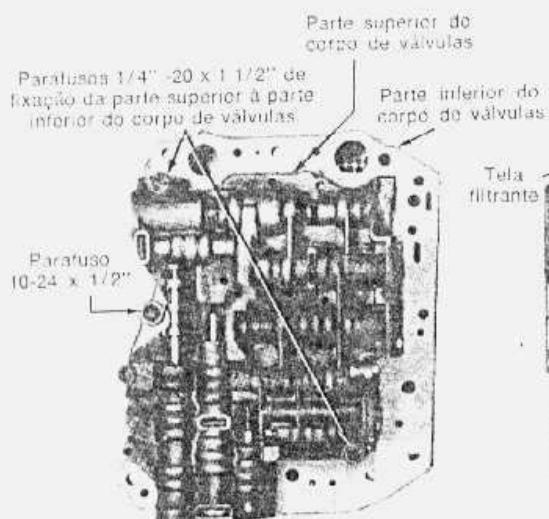
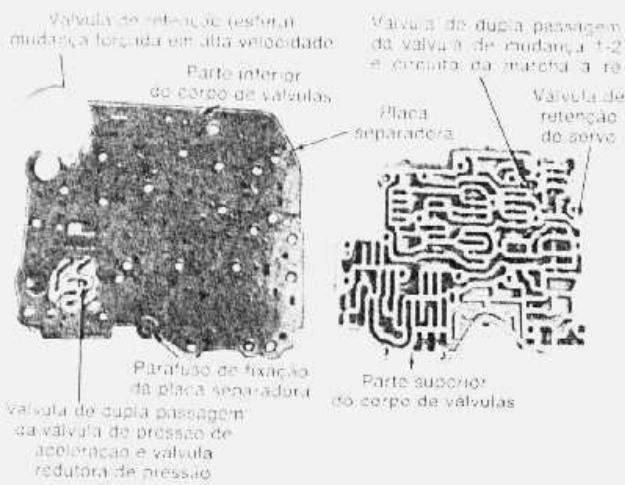

fig. 63 — parafusos de montagem das partes do corpo de válvulas
fig. 65 — partes superior e inferior do corpo de válvulas separadas
- 1 Remover os oito parafusos 10 - 24 x 1 3/8" que fixam a tela ao corpo de válvulas e remover a tela e a junta (fig. 63). Tomar cuidado para não perder a válvula limitadora da pressão de aceleração e sua mola quando da remoção da tela, do corpo de válvulas (fig. 64).
- 2 Remover os dois parafusos 1/4" - 20 1 1/2" da parte superior do corpo de válvulas e os nove parafusos 10 - 24 x 7/8" da parte inferior do corpo de válvulas (fig. 63). Separar o corpo inferior, junta e placa separadora (fig. 65), do corpo superior. Tomar cuidado para não perder a esfera da válvula de dupla passagem e o disco da válvula de retenção do servo quando da separação do corpo superior e inferior.
- 1 Instalar as válvulas de dupla passagem (esferas) na parte superior e inferior do corpo de válvulas, conforme ilustrado na fig. 65. Colocar a junta e a placa separadora sobre a parte inferior do corpo de válvulas e instalar, porém sem apertar, o parafuso de montagem da placa.
- 2 Colocar a parte inferior do corpo de válvulas e a placa separadora sobre a parte superior do corpo de válvulas e, em seguida, instalar os onze parafusos de fixação apenas com aperto manual (fig. 63).
- 5 Colocar em posição a válvula limitadora da pressão de aceleração e sua mola na parte inferior do corpo de válvulas (fig. 64). Remover os parafusos de fixação da tela e colocar em posição a junta e a tela sobre a parte inferior do corpo de válvulas. Reinstalar os parafusos de fixação da tela (fig. 63).